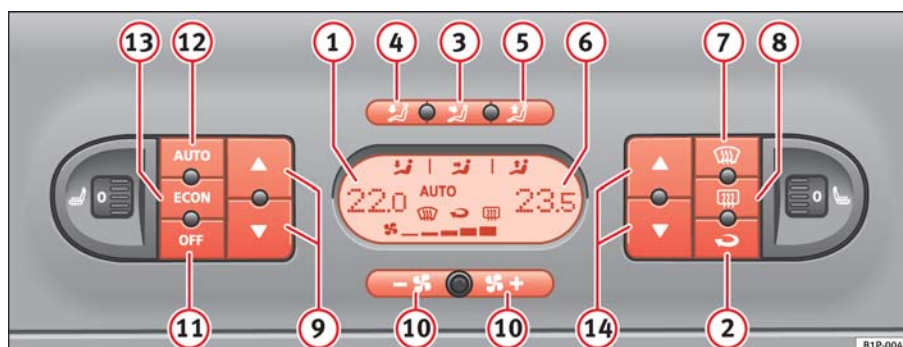

Fig. 110 Mandos del 2C-Climatronic en el tablero de instrumentos
- Para activar el modo manual pulse una de las teclas ⇒ página 151, fig. 110 ③ al ⑤, la tecla **ECON** o pulse las teclas de la turbina ⑩. El símbolo **AUTO** desaparecerá del display.
- Pulse la tecla ⇒ **página 151, fig. 110 (2)** para conectar o desconectar la recirculación de aire. Está conectada si en el display aparece el símbolo .